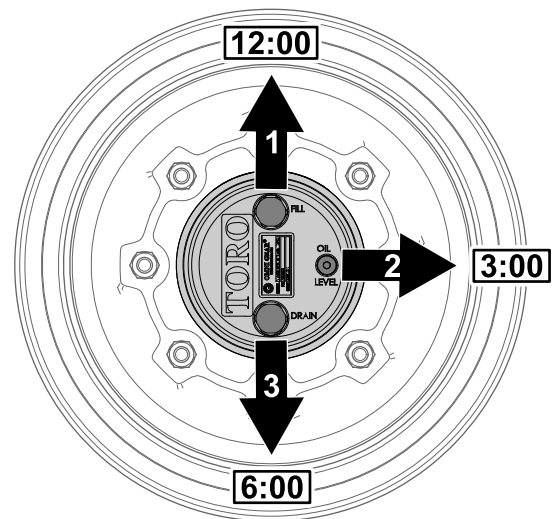

Figura 58
1. Aparque la máquina en una superficie nivelada, coloque la rueda de modo que el tapón de llenado se encuentre en la posición de las 12, el tapón de verificación en la posición de las 3 y el tapón de vaciado en la posición de las 6 (Figura 58).
2. Retire el tapón de verificación en la posición de las 3 (Figura 58).
- Aparque la máquina en una superficie nivelada, coloque la rueda de modo que el tapón de llenado se encuentre en la posición de las 12, el tapón de verificación en la posición de las 3 y el tapón de vaciado en la posición de las 6; consulte Figura 58 en Comprobación del lubricante de la transmisión planetaria \(página 56\).